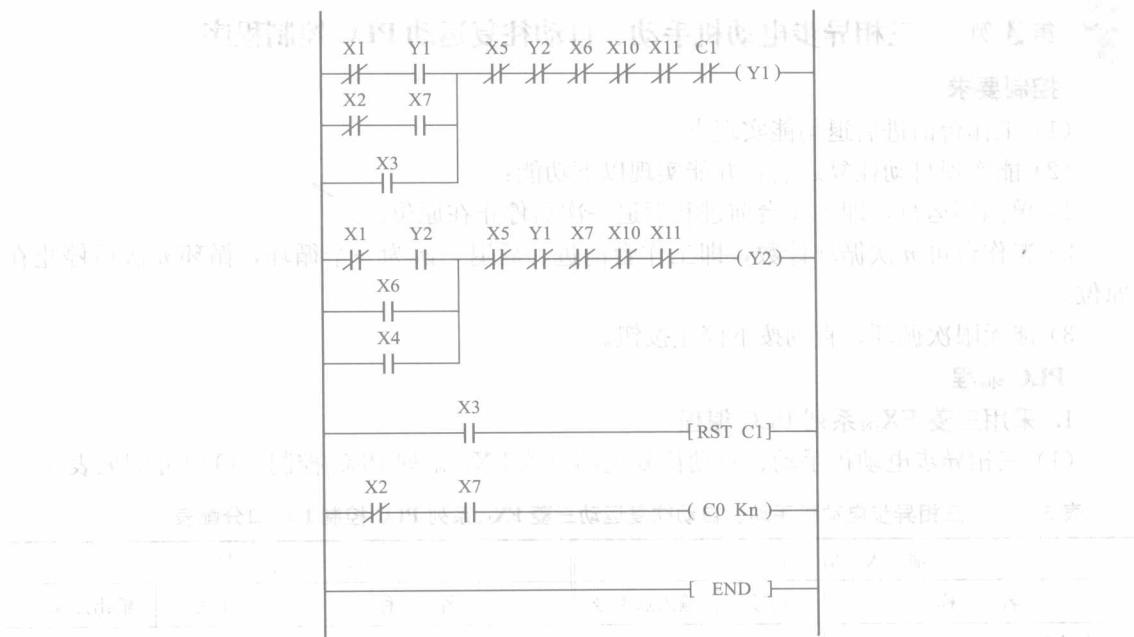

图 10 三相异步电动机手动、自动往复电路三菱
(3) 三相异步电动机手动、自动往复运动三菱 FX_{2N} 系列 PLC 控制梯形图如图 10 所示。